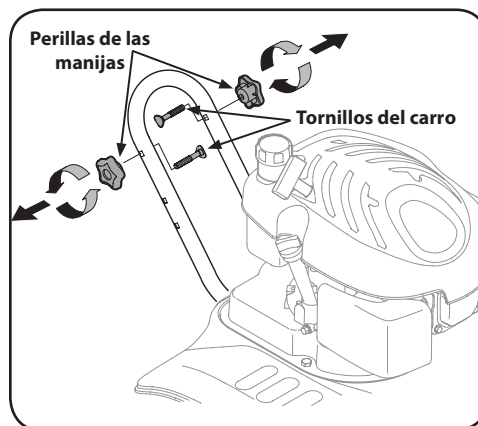

Figura 3-3
- Extraiga las perillas en estrella de la manija y los tornillos del carro de la manija inferior. Consulte la Figura 3-3.